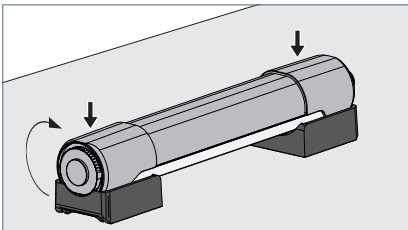

Fig. 9: Leuchte einbauen.
- ▶ Drehen Sie die Leuchte an den Haltern entlang um mindestens 90°, sodass sich die Rastnasen der Halter in die Nuten der Seitenteile der Leuchte schieben, siehe Fig. 9.